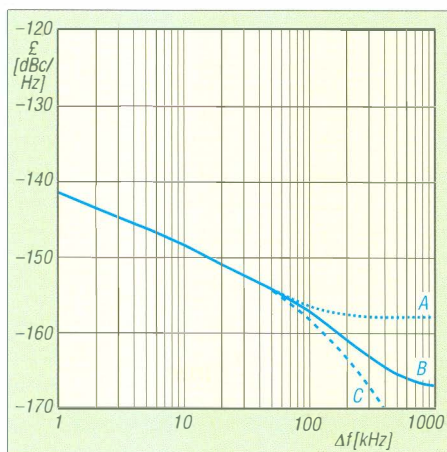
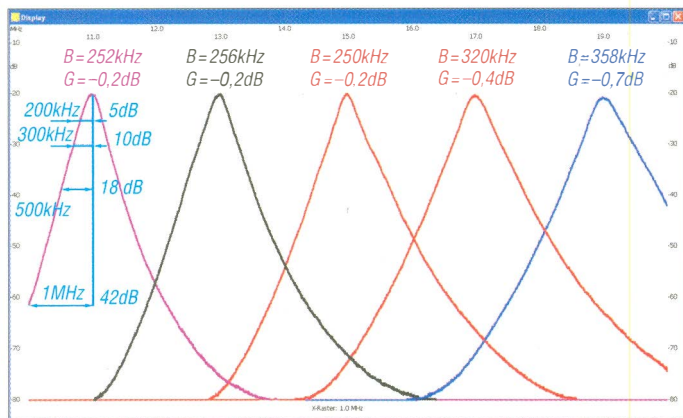

Bild 18: Phasenrauschen des Empfängers
Bild 23: Drei Einstellungen aus dem Bereich 8 MHz bis 16 MHz und zwei Einstellungen aus dem Bereich 16 MHz bis 31 MHz
Bild 18 zeigt das Ergebnis bei 10 MHz ($f_{LO} > 15005$ kHz), gemessen mit dem Referenzoszillator OSA Model 8655 (10-MHz-Ofen). Die Kurve A entsteht, wenn der Preselektor auf 10 MHz abgestimmt bleibt. Sie zeigt das Grundrauschen des DDS an. Das genaue Nachstimmen des
handene Weitabselektion von > 100 dB ist auf der vorigen Seite unter *Spiegelfrequenzunterdrückung* nachgewiesen. Die Bilder 23 und 24 zeigen ausgewählte Übertragungseigenschaften über den gesamten KW-Bereich. Angegeben sind die 3-dB-Bandbreite (B) und die Verstärkung (G). Die Amplitudengenauigkeit beträgt somit ± 1 dB im gesamten KW-Bereich. Die 11-MHz-Einstellung in Bild 23 dient zur Abschätzung der Verbesserung des Phasenrauschens durch den Preselektor (in Bild 18 Kurve C). Die Dämpfungswerte